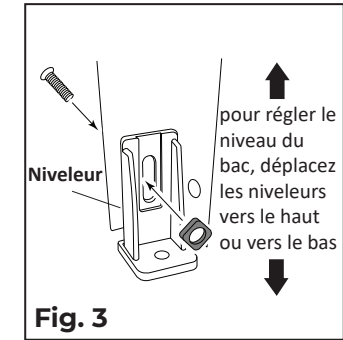

Fig. 3
4. Mount "Leveler" to each leg: note that there are two holes in the bottom of the leg at different locations. Select the proper hole that will allow access to the screwhead after the tub is in desired location. Attach leveler with ¼" (0.63cm) bolt and nut, and hand tighten it (**DO NOT over tighten it in this step**) (see Fig. 3).
- Montez le « niveleur » sur chaque pied : notez qu'il y a deux trous dans le bas du pied à des emplacements différents. Sélectionnez le trou approprié qui permettra d'accéder à la tête de vis une fois que le bac est à l'emplacement désiré. Fixez le niveleur à l'aide d'un boulon de ¼ po (0.63 cm) et d'un écrou, puis serrez-le à la main (NE SERREZ PAS excessivement à cette étape) (voir la fig. 3).